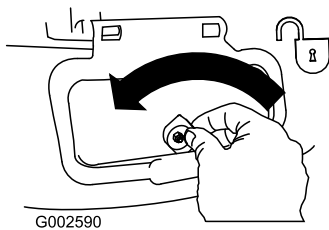

Figure 37
1. Unlock the side discharge door (Figure 37).